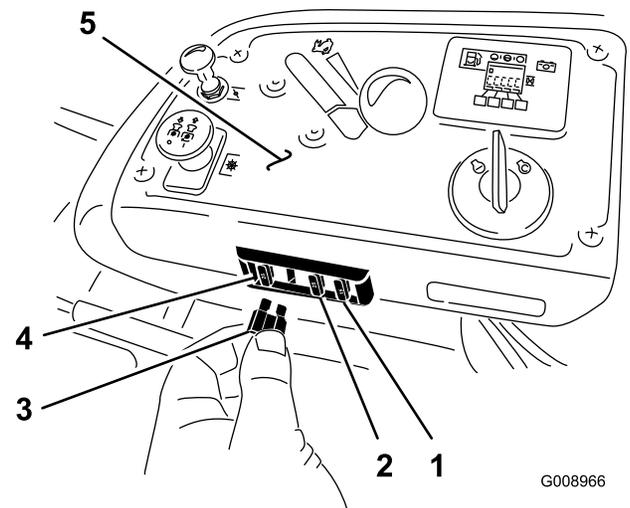

Figura 58
Los fusibles están situados en la consola de la derecha, junto al asiento (Figura 58).
2. Instale un fusible nuevo (Figura 58).